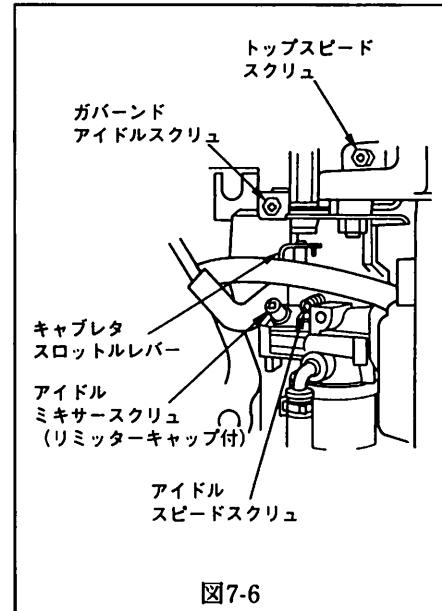

図7-6
- ①スロットルレバーを「低速」の位置にします。
- ②キャブレタのスロットルレバーを手でアイドルスピードスクリュの先端に当たるまで押さえます。(図7-6参照)
- ③次に、アイドルスピードスクリュを回して、アイドル回転数を1,300r.p.m.とします。
- ④手で押さえたスロットルレバーはそのままで、アイドル調整バルブをゆっくりと時計方向に回して、エンジンがミスしたり、回転が落ち始めるところまで回します。(混合気希薄状態)
- ⑤続いて、この位置から反時計方向にアイドル調整バルブを回し、再びエンジンがミスしたり、回転が落ち始める位置を探します。(混合気濃厚状態)
- ⑥次に、希薄と濃厚の中間位置にアイドル調整バルブをセットします。
- ⑦スロットルレバーを押させていた手を離します。
- ⑧ガバーノードアイドルスクリュを調整して、1,400r.p.m.にします。
- ⑨スロットルコントロールレバーを「高速」にすると、エンジンは加速します。加速不良の場合は、アイドル調整スクリュを約1/8回転反時計方向に回します。